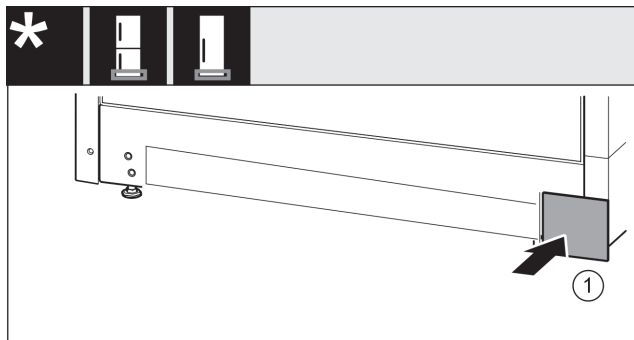

Fig. 20
► Kryt Fig. 20 (1) opět nasadíte na druhé straně.